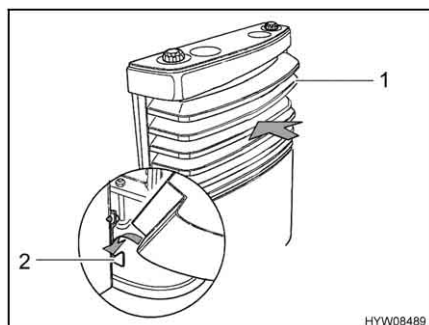

Fig. 100 Copertura del riscaldamento, supporti inferiori
- Montare la copertura del riscaldamento. A tale scopo, collocare la copertura (Fig. 100,1) sui supporti inferiori (Fig. 100,2).